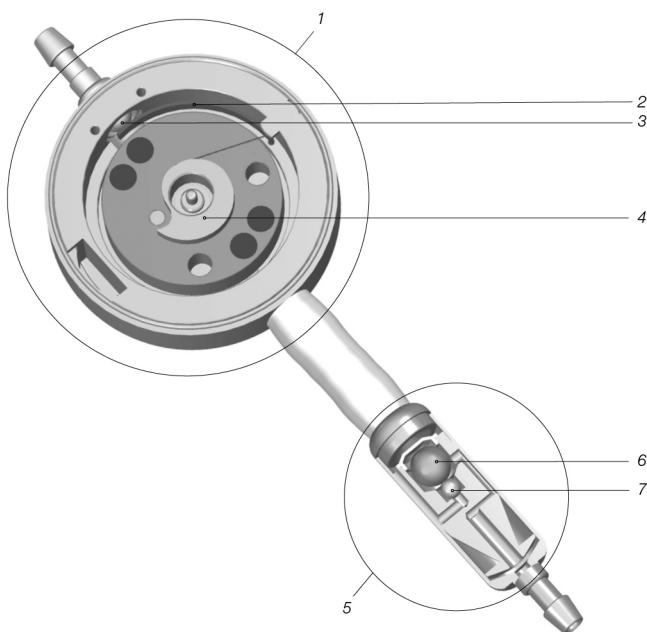

Fig. 1: Sección transversal de proGAV 2.0
proGAV 2.0 es un sistema de válvulas fabricado en titanio que se compone de una unidad de presión diferencial ajustable (1) y de una unidad gravitacional (5) (Abb. 1).